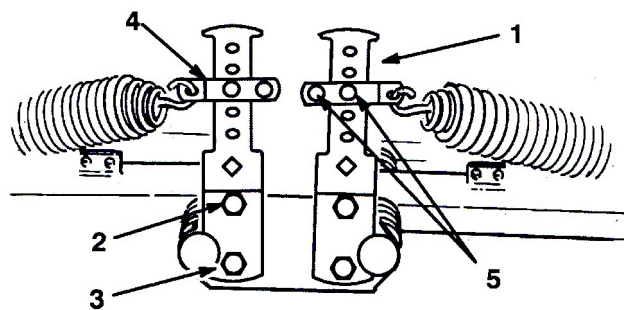

図 11
2. スプリングの反対側の端部を前後のカウンタバランス・アーム（図11 と12）の適切な穴（選択方法は以下を参照）に引っ掛ける（スプリング・シャックル、クレビスピン、コッターピンを使用）。
4. 先ほど取り外したキャップスクリューとナットを使ってカウンタバランス・アームの下部ををフレームに固定する。上キャップスクリューを締めてモータを固定する（図11）。